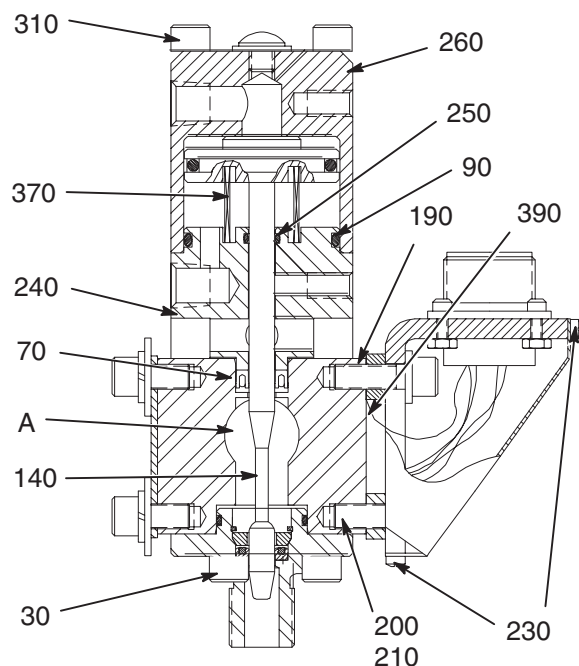
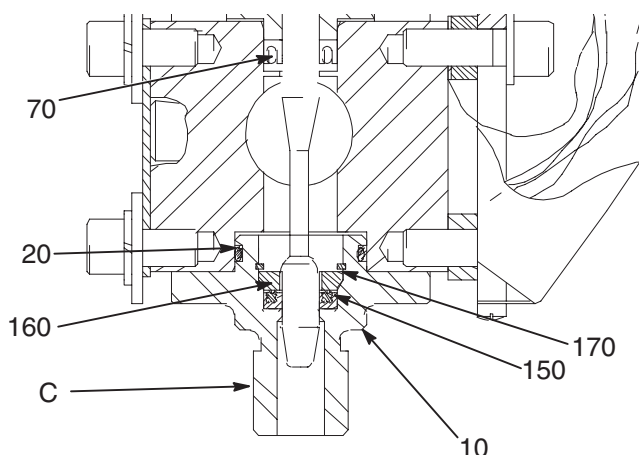
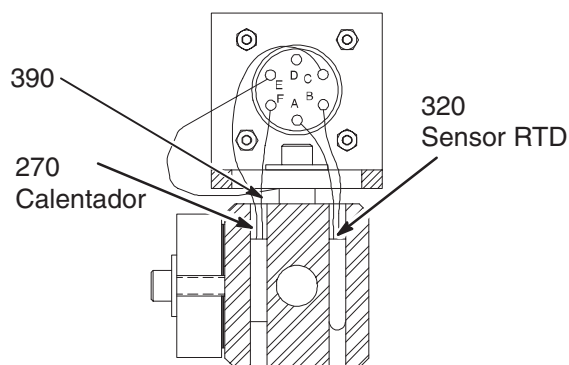

Fig. 8 Válvula “Snuff-Back” representada
Fig. 9 **Válvula "Snuff-Back" representada**
Fig. 14
- a. Retire los dos tornillos (230) de la tapa del conector, y después retire la tapa del conector.
- b. Retire los dos tornillos de cabeza hueca [Fig. 8, ítem (200)], las dos arandelas (210), y separe cuidadosamente el receptáculo y el anillo de conexión a tierra (390) del cuerpo de la válvula dispensadora. El cartucho calentador (270) y el sensor (320) saldrán del cuerpo de la válvula dispensadora (Fig. 14).
4. Retire los cuatro tornillos de cabeza hueca (310) y saque la tapa del cilindro (260) y la base del cilindro (240) del cuerpo de la válvula dispensadora (190). La aguja y el pistón permanecerán con la tapa y la base.
6. Retire la aguja de la tapa o de la base (dependiendo de la pieza con que permaneció unida). Cuando la aguja se separe de la base, caerá el muelle de cierre (370).
7. Usando un extractor de juntas tóricas, retire el sello del cuerpo de la válvula (70).
8. Desarme el conjunto del adaptador (Fig. 9):
- a. Desenrosque el adaptador de la boquilla (C).
- b. Retire los tres tornillos de cabeza hueca (30, en la Fig. 8).
- c. Retire el adaptador de asiento (10). Contiene los asientos que sirven de base a las válvulas.
- d. Retire el anillo de retención (170) del asiento adaptador (Fig. 9). No en pistolas con sello de base.
- e. Retire el sello (150) y el espaciador (160) del asiento adaptador (Fig. 9). No en pistolas con sello de base.
- f. Retire la junta tórica (20) del asiento adaptador.
2. Rearme el conjunto del adaptador (Fig. 9):
- b. Lubrique y vuelva a colocar la junta (150) y el espaciador (160). Asegúrese de que el excitador del sello está dirigido hacia el lado en que el producto hace presión.
- c. Vuelva a colocar el anillo de retención (170).
- d. Vuelva a colocar el retén del asiento (10).
- e. Introduzca y apriete los tres tornillos (30, en la Fig. 8).
- f. Enrosque el adaptador de la boquilla (C).
3. Lubrique y después vuelva a colocar el sello del cuerpo de la válvula dispensadora (70). Asegúrese de que el excitador del sello está dirigido hacia el lado de presión del producto.
- a. Retire los dos tornillos de la tapa del conector [Fig. 8, ítem (230)] y después retire la tapa del receptáculo.
- b. Suelde los cables al conector apropiado (Fig. 14) para el conector con 6 clavijas. Para los conjuntos con ocho clavijas Therm-O-Flow, la retirada e instalación de los calentadores y el RTD requiere una herramienta de extracción de clavijas, nuevas clavijas y una herramienta para engastarlos. Estas herramientas cumplen las especificaciones MIL-C-22520 [Ref. Daniels AF8 (herramienta engastadora) o equivalente, disponible en cualquier tienda de artículos eléctricos.